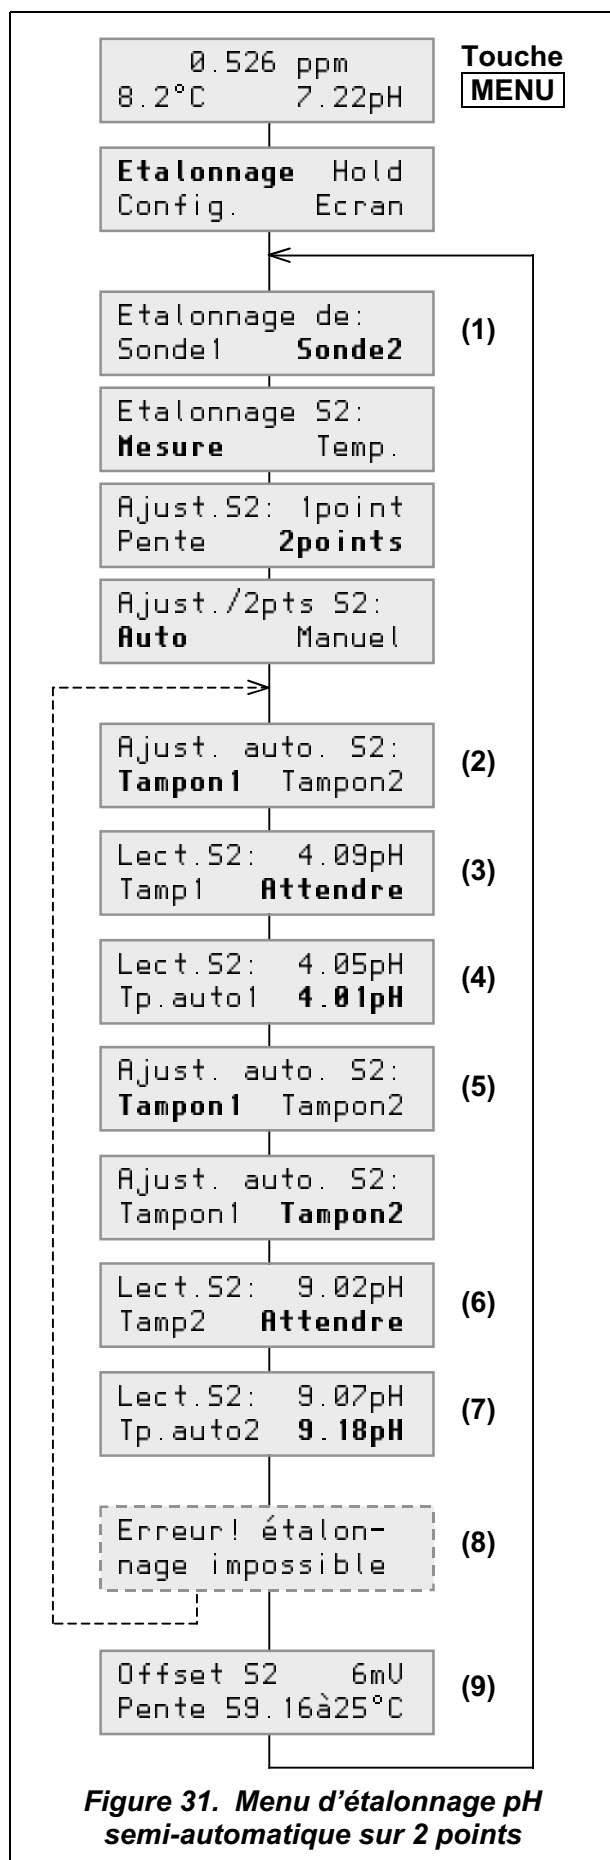

Figure 31. Menu d'étalonnage pH semi-automatique sur 2 points
1. Dans le menu d'étalonnage (figure 31), choisissez la sonde n° 2 (pH) ;
4. Quand l'écran (4) apparaît, vérifiez si la valeur indiquée sur la ligne du bas est bien la valeur nominale à 25 °C de votre tampon ; sinon appuyez sur ▲ ou ▼ pour faire défiler les tampons jusqu'à ce qu'elle soit affichée ; Appuyez sur ENTER ;
7. Quand l'écran (7) apparaît, vérifiez si la valeur indiquée sur la ligne du bas est bien la valeur nominale à 25 °C de votre second tampon ; sinon, faites défiler les tampons avec ▲ et ▼ jusqu'à ce qu'elle soit affichée ; Appuyez sur ENTER ;
9. Si l'étalonnage est valide, l'offset et la pente s'affichent pendant quelques secondes, puis l'écran (1) réapparaît.